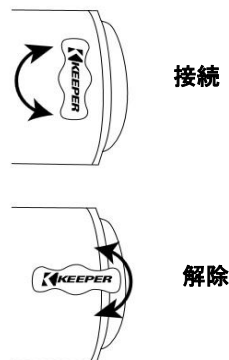

図12
クラッチハンドルを持ち上げて「解除」位置にします(図12を参照)。1.5mのワイヤーロープをドラムから引き出します。クラッチハンドルを接続位置に戻します。ハンドヘルドのペンダントスイッチを押して、ドラムの回転方向を確認するために、ワイヤーロープを出し入れします。コントローラーには、巻き戻しのための「IN」と、巻放しのための「OUT」というラベルが付けられています。コントローラーを離すと、コントローラーは自動的にオフの位置になります。
- 1.(図12)に示すように、クラッチレバーを“解除”の位置まで持ち上げて回転させます。ワイヤーロープに負荷がかかると、クラッチレバーが回転しにくくなる場合があります。クラッチレバーに力を入れないで下さい。ワイヤーロープの一部を揺り動かしてワイヤーロープの張を解放し、クラッチを解除して下さい。
- 4.クラッチレバーを上げ“接続”位置に回してドラムを再接続します(図12を参照)。